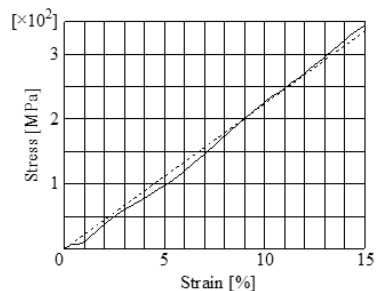

Fig.1 Tensile stress-strain diagram
- グラフの軸タイトル: 各軸のタイトルに変数記号だけを記述するのは避けて下さい。図 1 に示すように、軸を表す語句ならびに単位を記入して下さい。
- 式: 以下に示すように、右寄せで番号をふり、式は中央に配置して下さい。文中では「式 (1)」と表現して下さい。